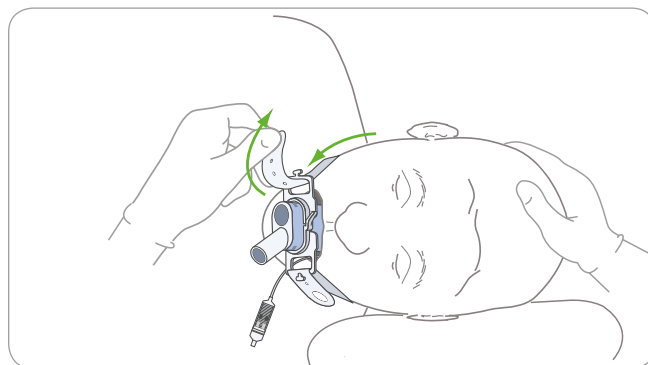

Figura 14. Coloque la sección sobrante de la correa alrededor de la parte posterior de la cabeza del paciente y fíjela al mango derecho del soporte
- En posición lateral izquierda, enganche un extremo de la correa al lado izquierdo del mango enlazándolo en el ala del soporte y fíjelo al gancho de la parte exterior. Coloque la sección sobrante de la correa alrededor de la parte posterior de la cabeza del paciente. Tire de la correa a través del soporte derecho, aplique tensión suficiente para sujetarlo en su sitio y fíjelo al mango derecho del soporte como se muestra en la **Figura 14**.